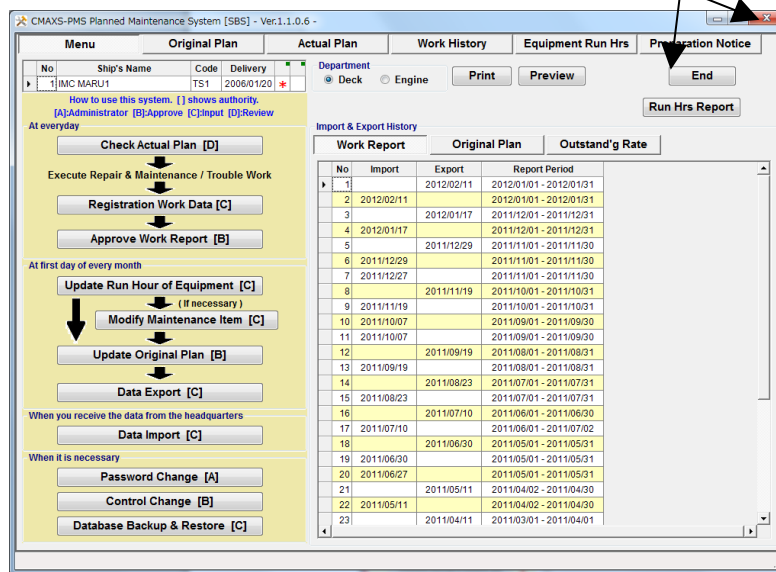

図 3-4 Menu 画面
- (4) 赤枠内のチェックボックスをチェックすると、次回の起動から"Guidance"ダイアログが自動的に閉じ、"Menu"画面を表示するようになります。
- (5) [Close] をクリックすると、"Guidance"ダイアログが閉じられ、"Menu"画面(図 3-4)が表示されます。